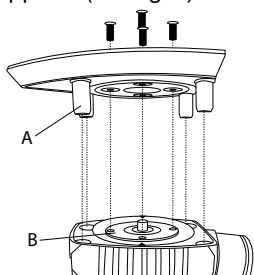

Figure 1
- Montez maintenant le plateau de ponçage souhaité. Assurez-vous que la plaque de fixation B est orientée vers le plateau de ponçage. Les alésages taraudés de la plaque de fixation B doivent être orientés vers les trous correspondants du plateau de ponçage respectif. Les chevilles en plastique A 13 (uniquement plateau de ponçage 7 et 9) doivent être orientées vers les trous dans l'appareil (voir fig. 1).